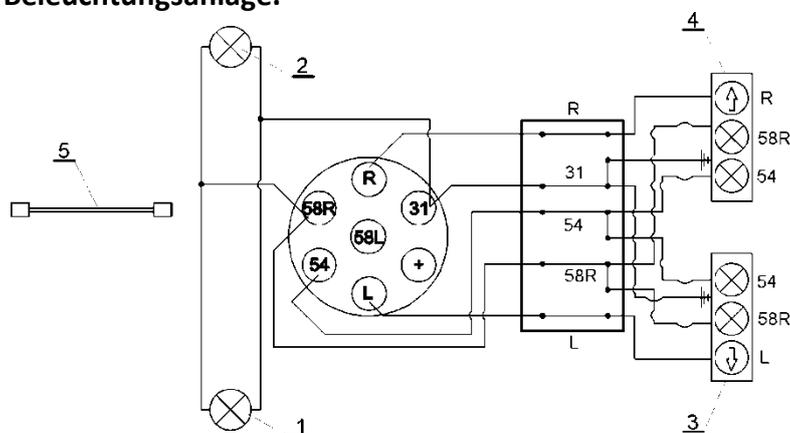

Abb. 20 Schema der Beleuchtungsanlage
Die elektrische Anlage an der Maschine FENIX ist fest installiert. Ausgestattet mit zwei Heckleuchten. Das Verbindungskabel (5) dient zur Verbindung der Anlage mit der Anlage des Schleppers. Das Installationsschema erfolgt gemäß Abb.20. Überprüfen Sie vor dem Befahren öffentlicher Straßen immer die ordnungsgemäße Funktion der elektrischen Anlage.